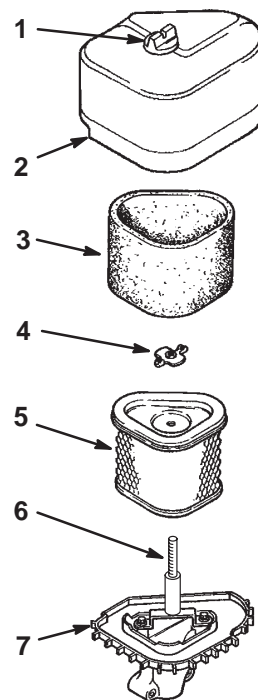

Figure 19
2. Nettoyez la surface autour du filtre à air pour éviter que des impuretés ne s'introduisent dans le moteur et l'endommagent. Dévissez le bouton et déposez le couvercle du filtre à air (Fig. 19).
3. Retirez l'écrou papillon et retirez l'ensemble élément en mousse et élément en papier du goujon (Fig. 19).
4. Enlevez délicatement l'élément en mousse de l'élément en papier (Fig. 19).
- Glissez délicatement l'élément en mousse sur l'élément en papier (Fig. 19).
- Posez l'ensemble filtre à air sur sa base (Fig. 19).
- Reposez le couvercle du filtre à air et fixez-le en place avec l'écrou (Fig. 19).